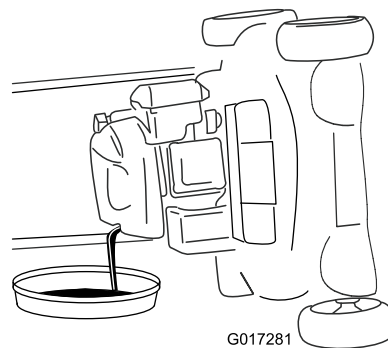

Figura 33
4. Inclinate la macchina sul fianco (di modo che il filtro dell'aria si trovi in alto) per scaricare l'olio usato attraverso il tubo di riempimento (Figura 33).